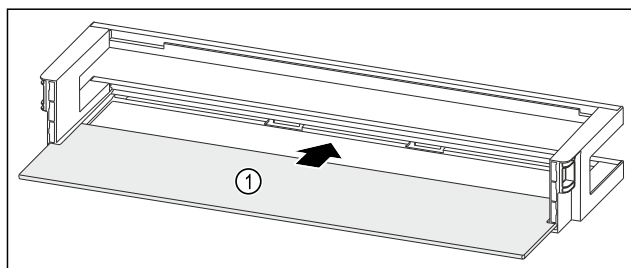

Fig. 118 Balconnet de contre-porte avec tablette de rangement
- Insérer la tablette de rangement Fig. 118 (1) dans les évidements latéraux.